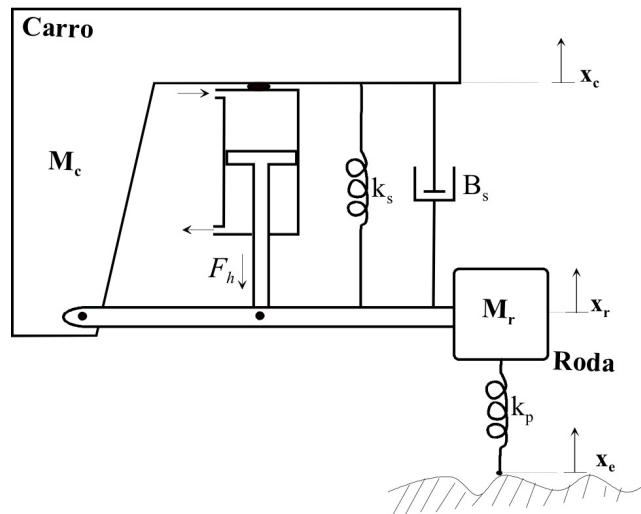
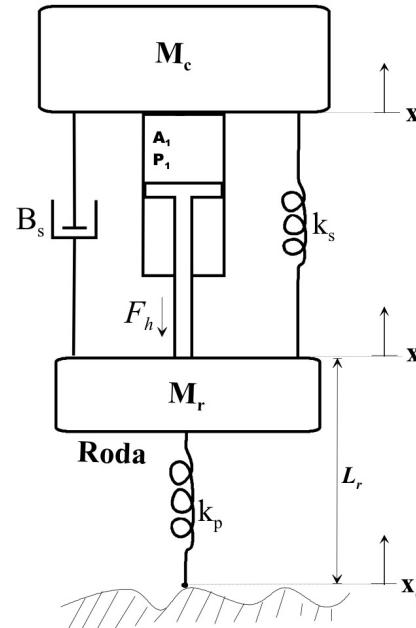

Figura 1 - Modelo de uma suspensão ativa ( $\frac{1}{4}$  de carro) com actuador hidráulico ligado em paralelo com um conjunto passivo mola/amortecedor
Figura 2 - Modelo simplificado da suspensão activa
1. Os modelos de um “quarto de veículo” são muito comuns na análise de suspensões, pois são simples e capturam muitas das características importantes do modelo completo. A figura 1 mostra um modelo de uma suspensão ativa ( $\frac{1}{4}$  de carro) com um actuador hidráulico ligado em paralelo com um conjunto passivo mola/amortecedor. O modelo simplificado, muitas vezes usado para modelação, pode ver-se na figura 2.
Considere o helicóptero da figura 2. Pretende-se controlar o ângulo  $\theta$  (pitch angle) pelo ajuste do ângulo do rotor  $\delta$ .  $x$  representa a translação no movimento horizontal. Considere a função de transferência do ângulo  $\delta$  para o ângulo  $\theta$ :